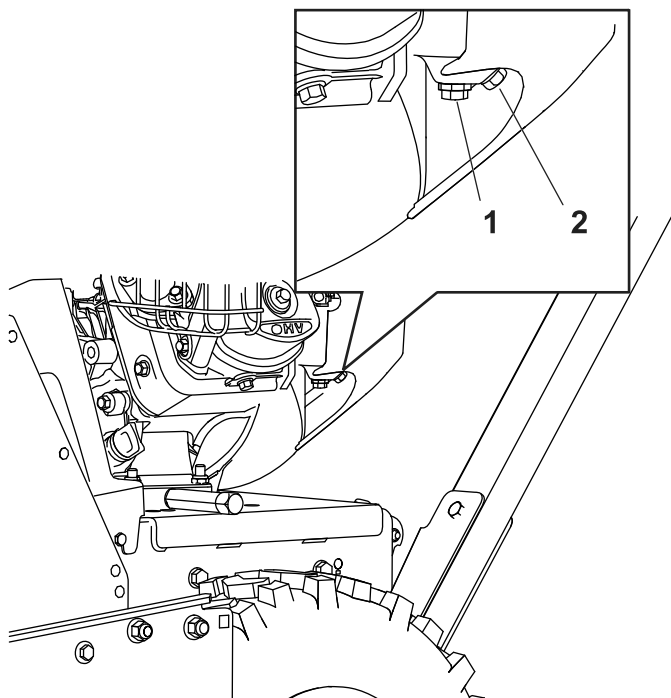

Figura 31
1. Individuate il bullone di spurgo situato sul foro laterale della vaschetta del carburatore (Figura 31).